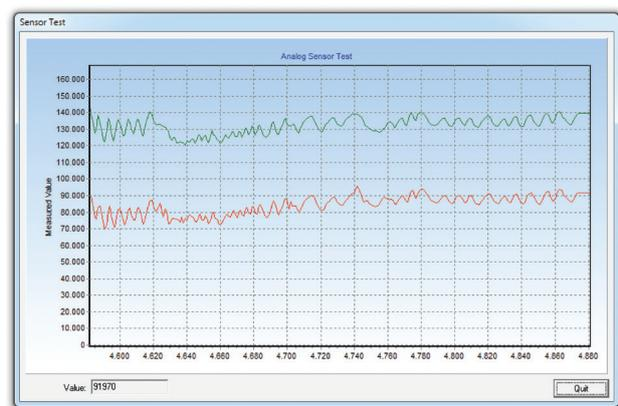

Fig. 34 : Graphique de test d'un capteur analogique à 2 aimants de position
- ❹ Le menu **Test Sensor** fournit un affichage des données (fig. 34), qui indique les positions absolues des aimants de position. Par rapport à la fréquence de mesure du capteur, la transmission des données en série entre le capteur et le PC est relativement lente, ce qui rend impossible l'affichage de toutes les valeurs réellement mesurées. Pour cette raison, seule une valeur de mesure sur 50 s'affiche sur le graphique.